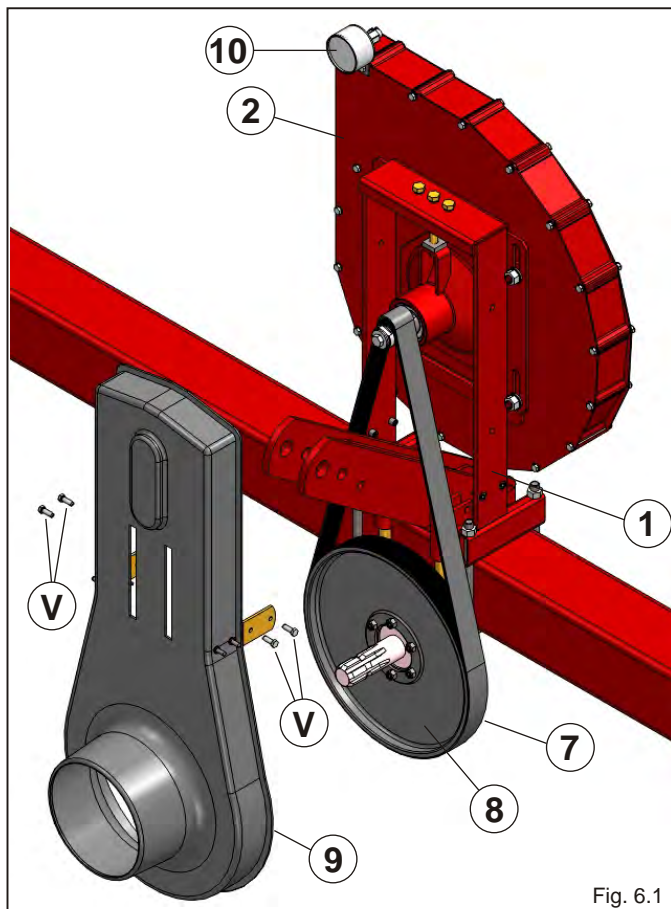

Fig. 6.1
Die pneumatische Vakuumpumpe (Abb.6.1) hat die Aufgabe einen Unterdruck im Innern des Samenverteilers zu erzeugen. Dieser Unterdruck erlaubt der Verteilerscheibe, die Samenkörner zu den eigens dazu bestimmten Löchern zu befördern.
Die Vakuumpumpe (Abb.6.1) besteht aus dem tragenden Rahmen 1, an dem folgende Teile befestigt sind:
- Ein Unterdruckmesser 10 (Abb.6.1), der die Ermittlung des in der Ansaugkammer des Samenverteilers vorhandenen Unterdrucks erlaubt.